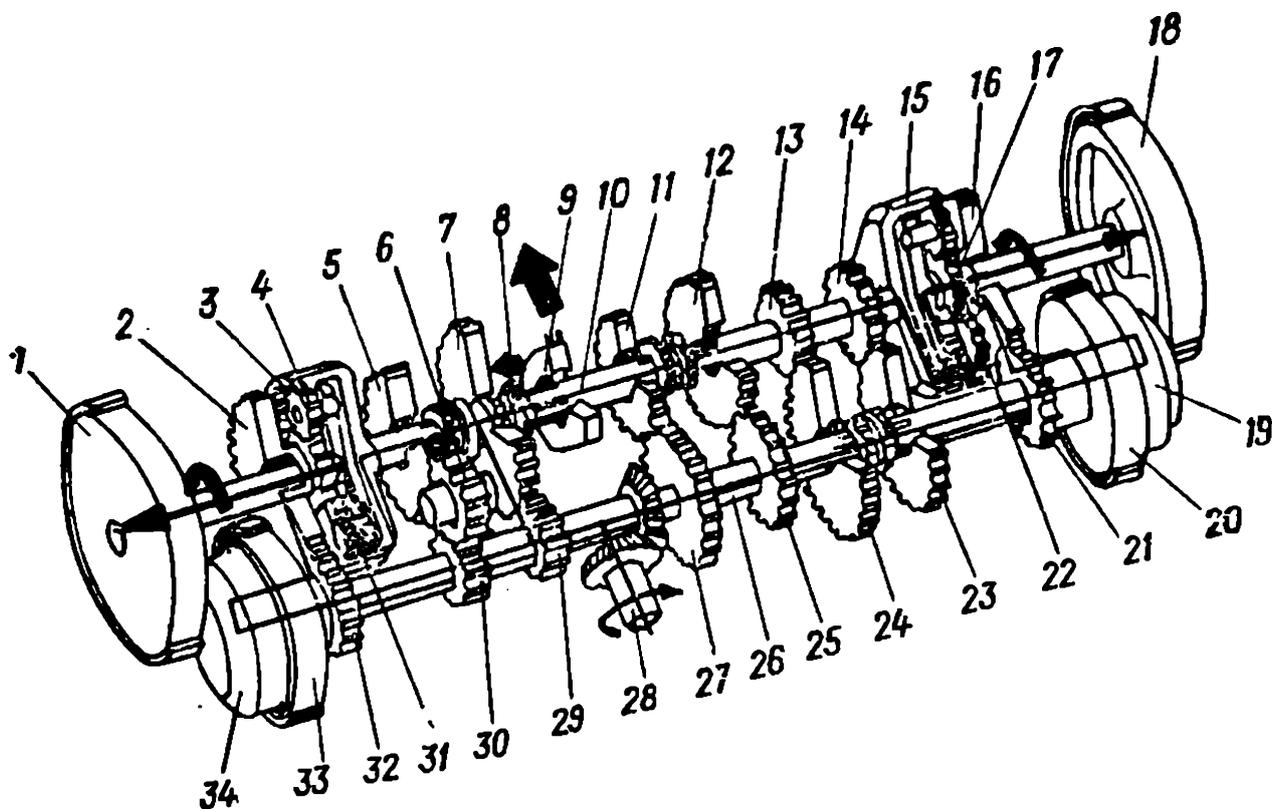

Рис. 41. Схема зацепления шестерен при движении:
**Работа главной передачи.** Мощность двигателя при работе главной передачи передается от первичного вала 28 (рис. 41) через коническую пару шестерен и подводится к планетарным механизмам поворота двумя потоками. Первый из них, основной, идет от передаточного вала 26 через пару шестерен включенной передачи к эпициклическим шестерням 3 и 15 планетарных механизмов поворота. Второй поток идет от передаточного вала 26 через включенные фрикционы 19 и 34 и пары шестерен к солнечным шестерням 31 и 17 планетарных механизмов поворота.
При включении I передачи муфта 8 (рис. 41) включения входит в зацепление с внутренними зубьями неподвижной муфты 9 и останавливает главный вал 10 и закрепленные на нем эпициклические шестерни 3 и 15. При этом мощность передается только одним потоком: от передаточного вала 26 через включенные фрикционы 19 и 34, обе пары шестерен 2, 32 и 16, 21 фрикционов к солнечным шестерням 17 и 31.